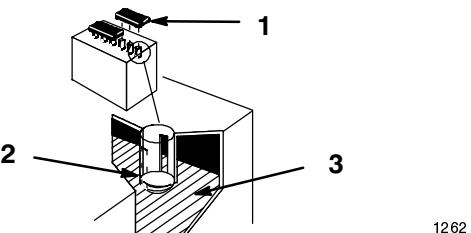

Abbildung 19
2. Die Deckel öffnen, um in die Zellen zu sehen. Die Füllsäure muß bis zum unteren Teil der Röhre reichen (Abb. 19). Der Füllsäurestand darf nicht unter die Platten fallen (Abb. 19).
2. Die Verschlußdeckel herunterheben (Abb. 19).
3. Langsam destilliertes Wasser in jede Batteriezelle gießen, bis die Flüssigkeit bis zum unteren Teil der Röhre reicht (Abb. 19).